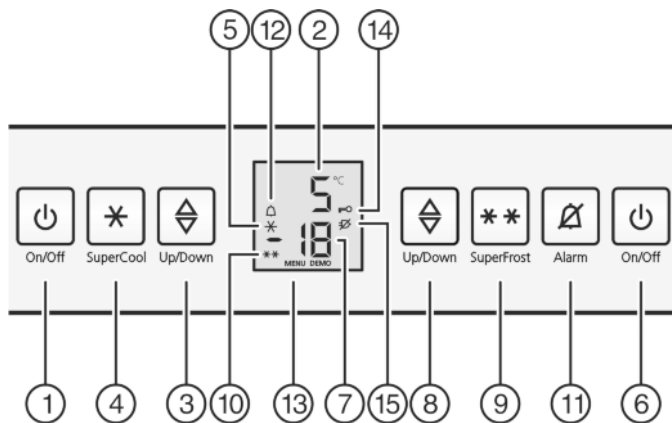

Fig. 2
- ▶ Nacisnąć przycisk On/Off zamrażarki Fig. 2 (6).
- ▶ Nacisnąć przycisk On/Off chłodziarki Fig. 2 (1).
- ▶ Aktywacja trybu regulacji: Nacisnąć i przytrzymać przycisk SuperFrost Fig. 2 (9) przez ok. 5 sekund.
- ▷ Na wskaźniku pojawia się symbol menu Fig. 2 (13).
- ▶ Krótko potwierdzić przyciskiem SuperFrost Fig. 2 (9).
- ▷ Na wskaźniku świeci symbol zabezpieczenia przed dziećmi Fig. 2 (14).
- ▶ Krótko wcisnąć przycisk On/Off zamrażalnika Fig. 2 (6).
- ▷ Symbol zabezpieczenia przed dziećmi Fig. 2 (14) gaśnie.
- ▶ Nacisnąć przycisk Alarm *Fig. 2 (11)*.
Jednocześnie miga wskaźnik temperatury i symbol Alarmu *Fig. 2 (12)*.
Akustyczny sygnał ostrzegawczy milknie automatycznie, znika symbol Alarmu *Fig. 2 (12)* i wskaźnik temperatury przestaje migać, gdy temperatura będzie ponownie wystarczająco niska.